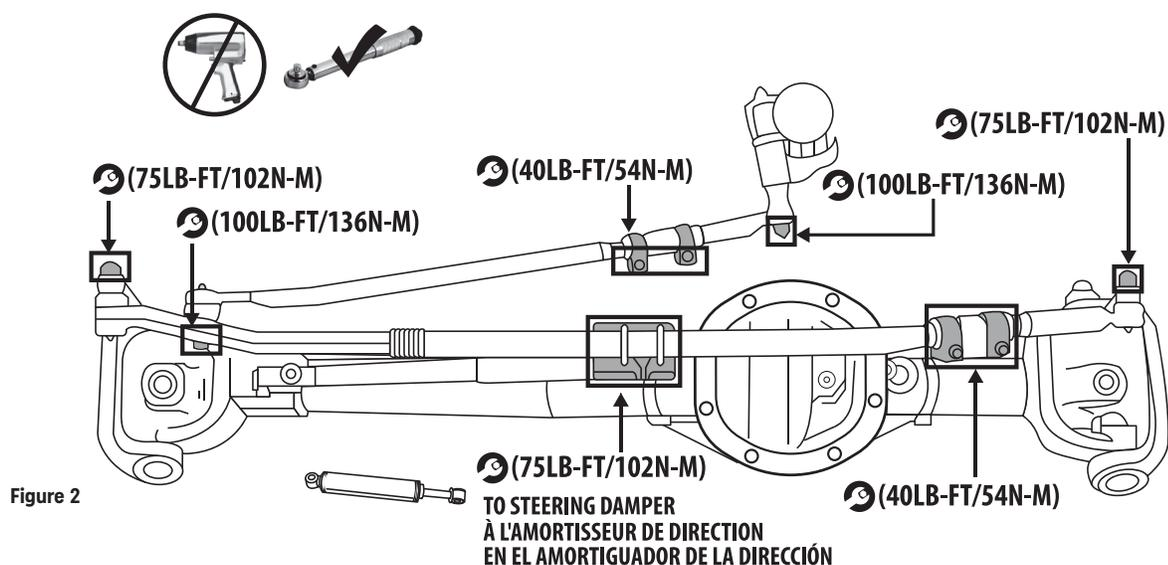

Figure 2
- Veiller à respecter les valeurs de serrage indiquées ci-dessous et sur la **Figure 2**. Il est recommandé d'effectuer cette séquence avec la fusée d'essieu en position droite.